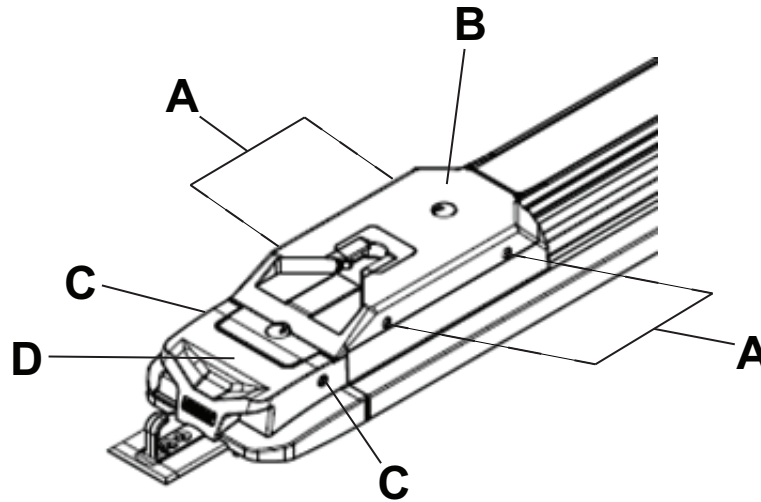

Рисунок 7 – Блок крышки ножного конца
- Используя звездообразную отвертку T27, выкрутите четыре винта с цилиндрической головкой и шестигранным углублением под ключ (A), которые крепят блок крышки ножного конца (B) к несущей тележке (Рисунок 7). Сохраните эти винты.
- Используя звездообразную отвертку T27, выкрутите два винта с внутренним шестигранником и круглой головкой (C), которые крепят блок крышки ножного конца к носовой части ножного конца (D) (Рисунок 7). Сохраните эти винты.